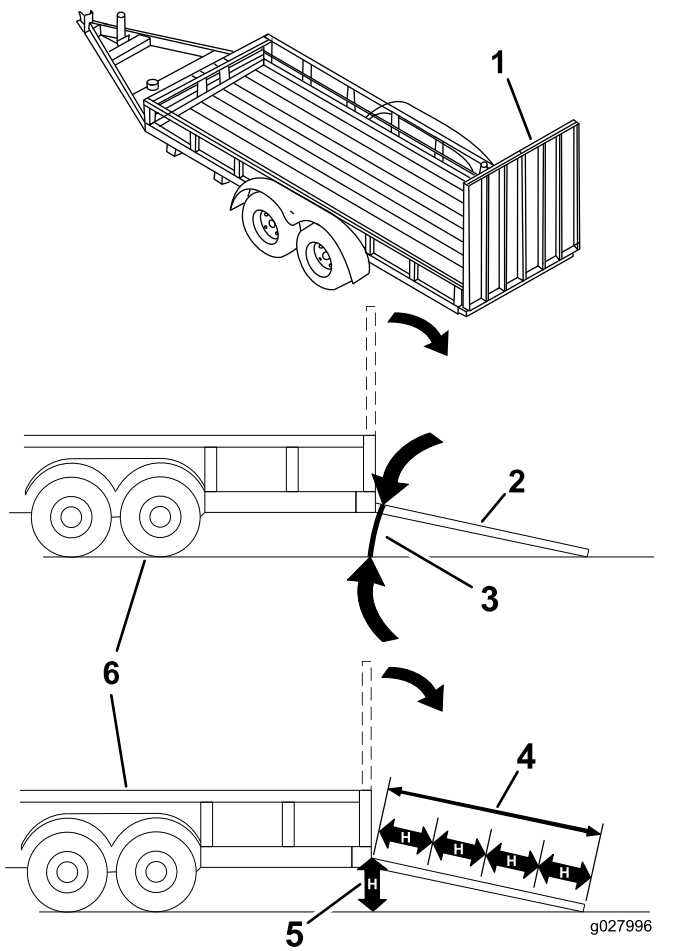

Figure 28
Le chargement de la machine sur une remorque ou un camion augmente le risque de basculement et donc de blessures graves ou mortelles (Figure 28).
1. Abaissez la rampe pour que l'angle avec le sol ne dépasse pas 15 degrés (Figure 28).